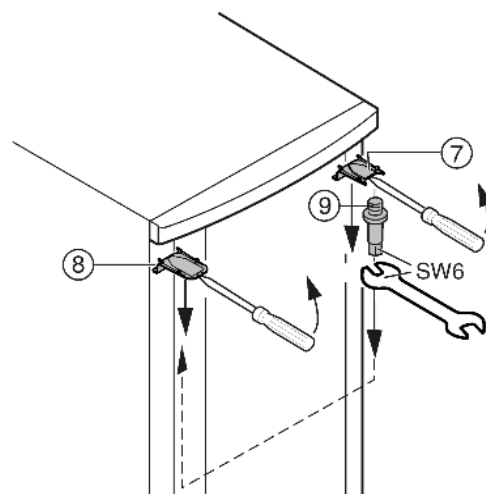

Fig. 7
- ▶ Aan de bovenkant afdekking Fig. 7 (7) en afdekking Fig. 7 (8) met een schroevendraaier losklikken en schuin naar beneden verwijderen.
- ▶ Lagerbout Fig. 7 (9) uitdraaien en aan de andere kant **goed (min. 4 Nm)** vastschroeven.
- ▶ Afdekking *Fig. 7 (7)* aan de kant van de lagerbout weer aanbrengen: achteraan inzetten, vooraan vastklikken.
- ▶ Afdekking *Fig. 7 (8)* op de tegenoverliggende kant monteren: achteraan inzetten, vooraan vastklikken.
- ▶ Deur boven in de lagerbout *Fig. 7 (9)* hangen.